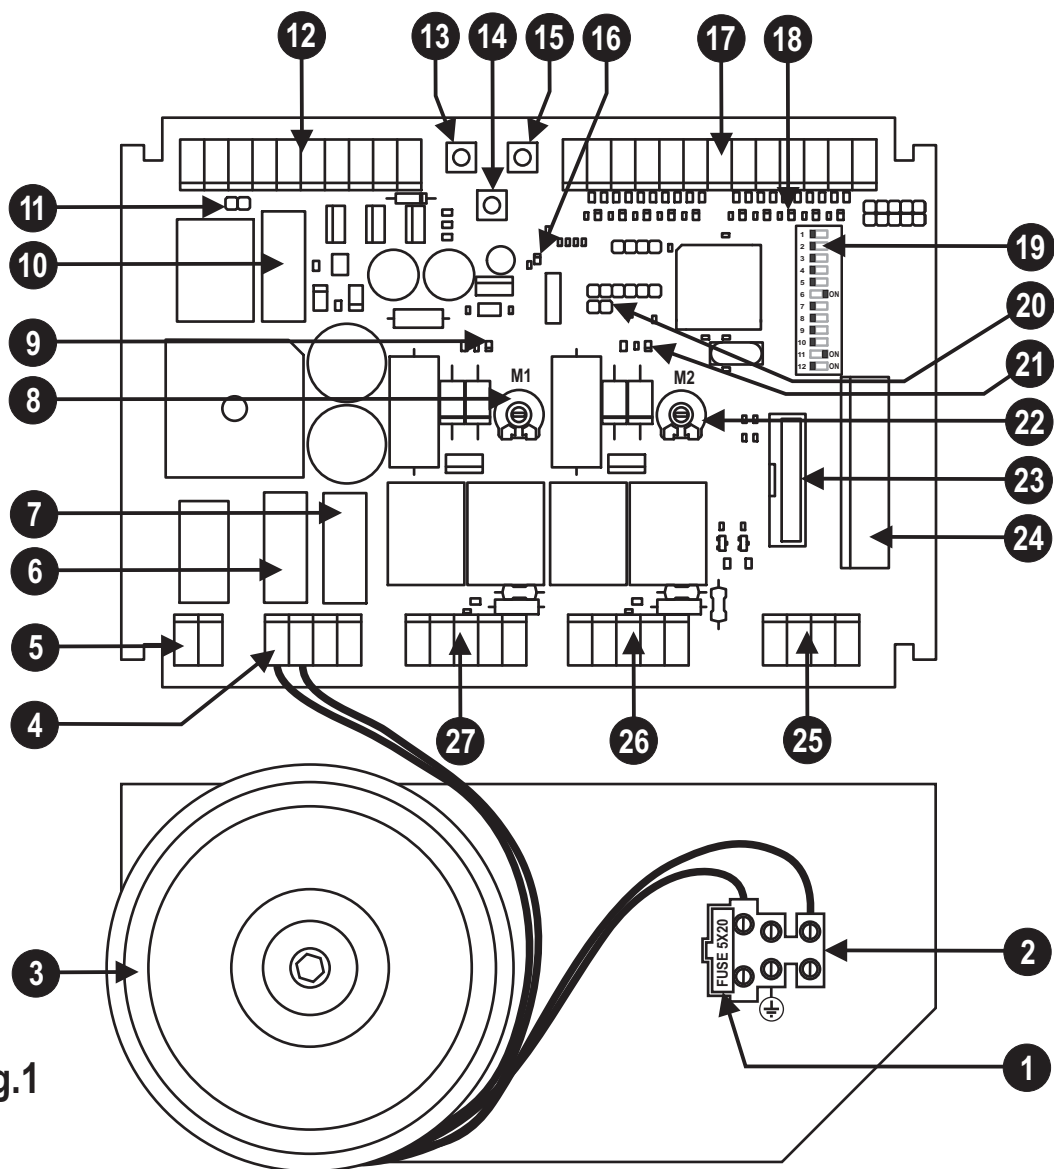

Fig.1
- Conecte el receptor al conector (detalle 23 de fig. 1).
## PART DESCRIPTION (Fig. 1)